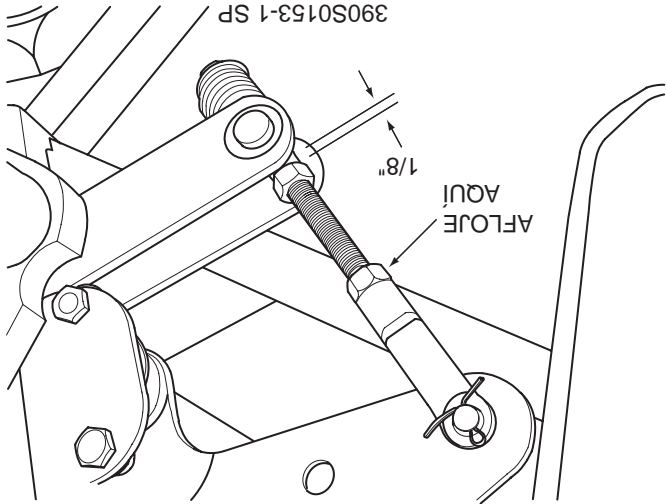

Figura 6-2 Ajuste de la varilla de freno
4. Con el freno en la posición accionada, verifique la distancia entre la tuerca inferior de la varilla del accionador de freno y la palanca del accionador de freno en el lado izquierdo de la máquina. La distancia debe ser 1/8" (Vea la Figura 6-2).
5. Si la distancia no coincide con la medida especificada, arroje la contratuerca en la horquilla con ojales situada sobre la varilla del accionador del freno (Ver la Figura 6-2).
6. Gire el perno en el fondo de la palanca del accionador de freno hasta que se alcance la medida de 1/8" y apriete la contratuerca en la horquilla con ojales en la varilla del accionador de freno. (Vea la Figura 6-2).